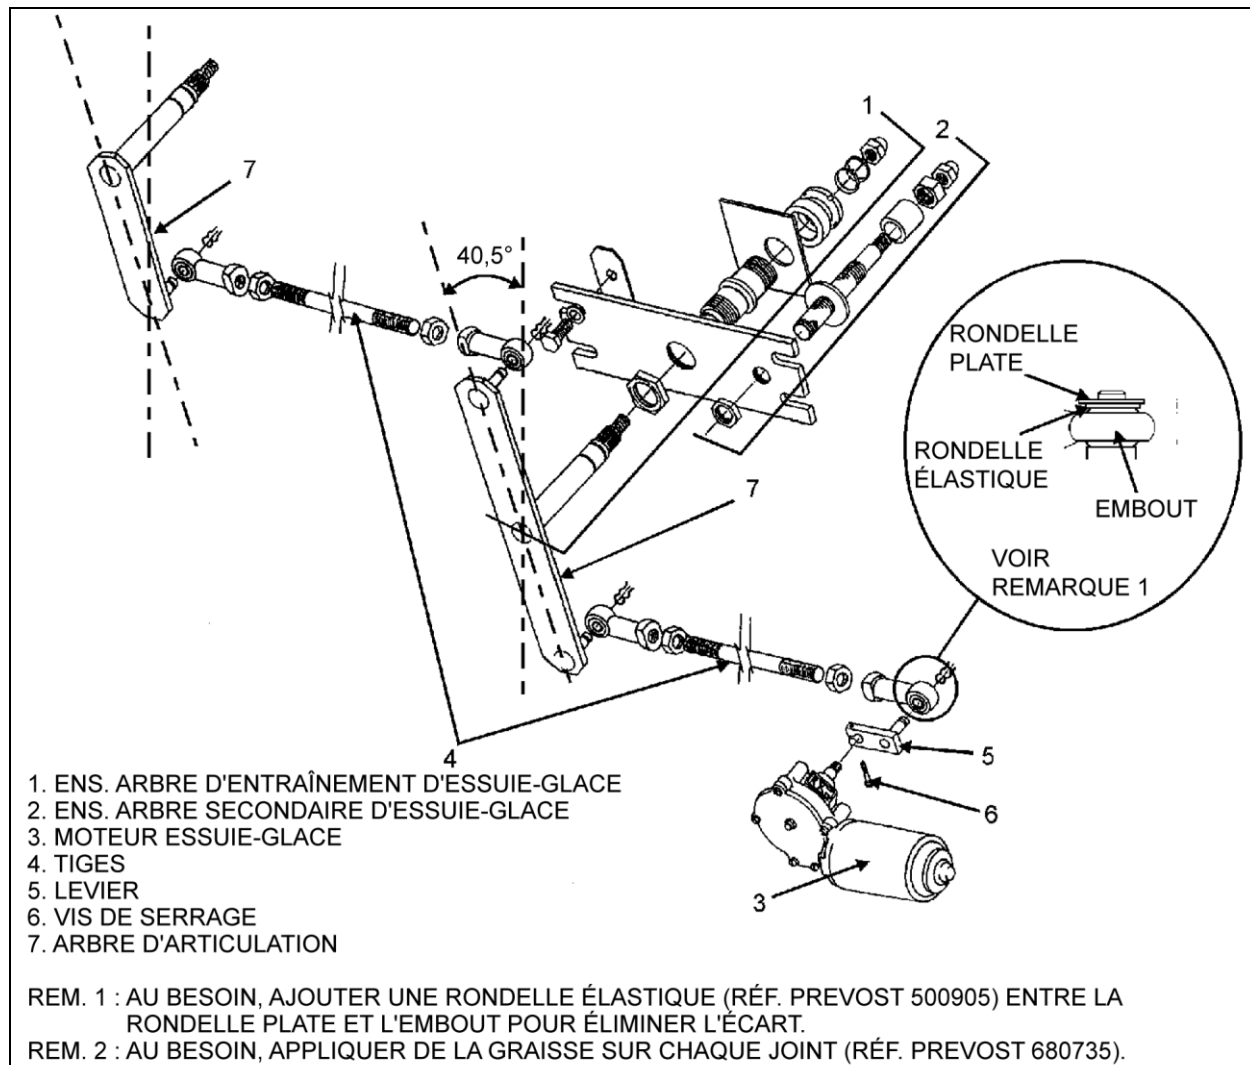

FIGURE 40: INSTALLATION DE L'ESSUIE-GLACE INFÉRIEUR
4. Positionner la tige située entre l'axe de pivot droit et le moteur à un angle de 40,5° (Figure 40). La tige doit être sur le même axe que le levier du moteur.